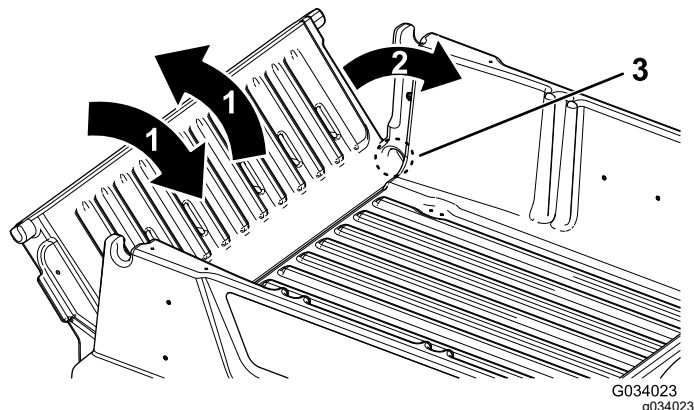

Рисунок 19
2. Установите откидной борт в положение под углом приблизительно 45° (Рисунок 19).
3. Короткими движениями, встряхивая, переместите откидной борт назад и вперед несколько раз (Рисунок 19).